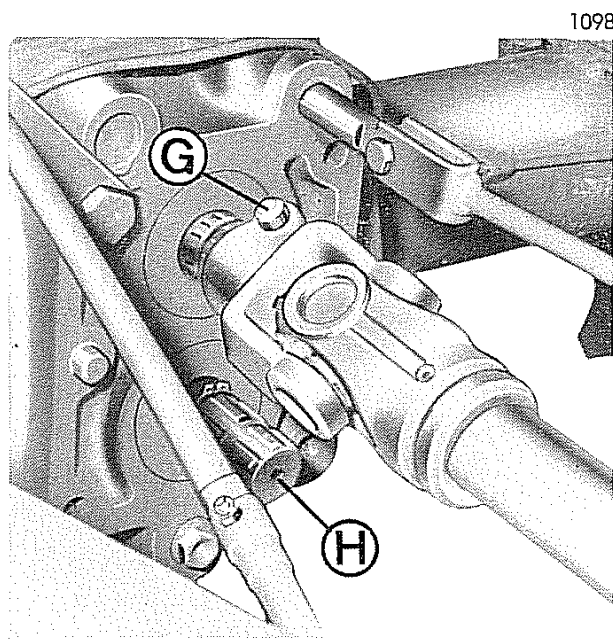

Fig. 6 - Innesto presa di forza
- Nella parte anteriore del carter differenziale, premere il perno **G** (fig. 6) ed estrarre il giunto.
- Infilare il giunto nella calettatura della presa di moto inferiore **H** (fig. 6).